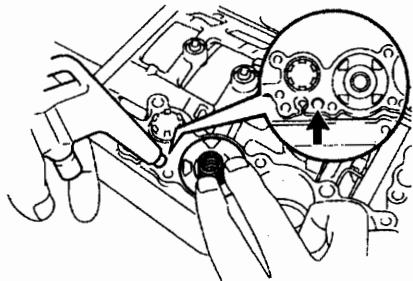

图 12-1-5
- (20) 如图 12-1-5 所示, 将压缩空气吹入油孔内, 拆下 C3 蓄能器活塞和两个弹簧, 并从活塞上拆下两个 O 形圈。